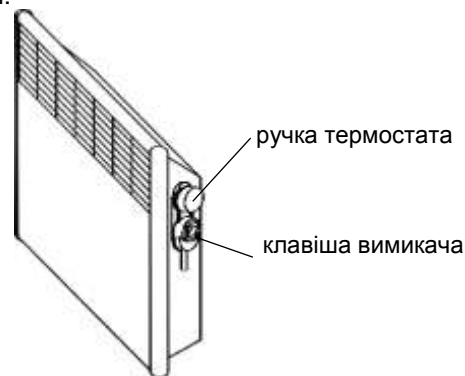

Рис. 2
5.6 Переведіть клавішу вимикача або клавіші ступінчастого регулятора потужності (рис. 2) в положення «0», встановіть ручку термостата в положення «*» (поєднайте знак «*» на ручці з міткою на корпусі блоку управління конвектором). Конвектор готовий до роботи.